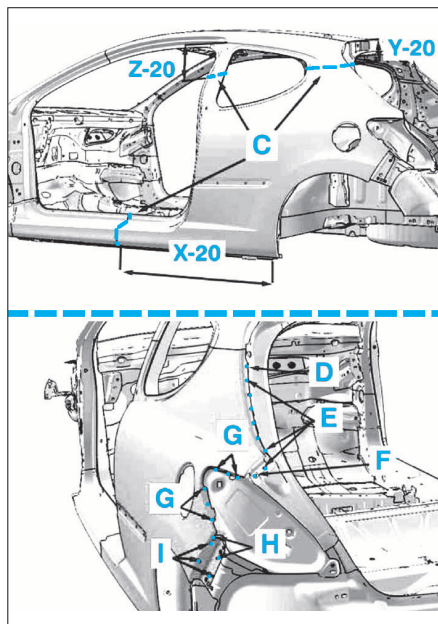

FIG. 40
• Dépointer et couper aux endroits indiqués en A à J (Fig.40 et 41).